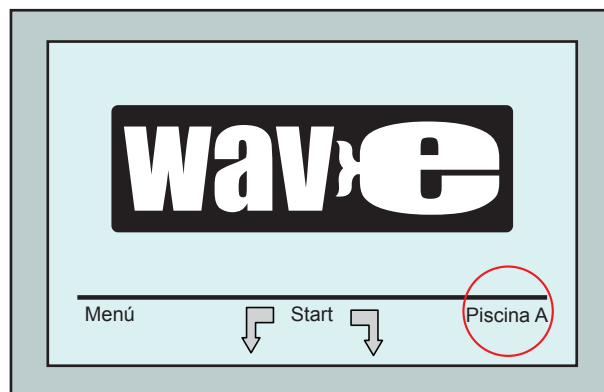

Figura 8: Pantalla Wave exhibiendo Piscina A como configuración predeterminada
1. Diríjase a la pantalla Wave. "Piscina A" aparece como el ajuste presentemente definido, tal como ilustrado en la Figura 8.
1. Para abrir la pantalla *Perfil de Piscina*, oprima la configuración de piscina corrientemente expuesta en el lado derecho de la pantalla Wave (vea la Figura 8).